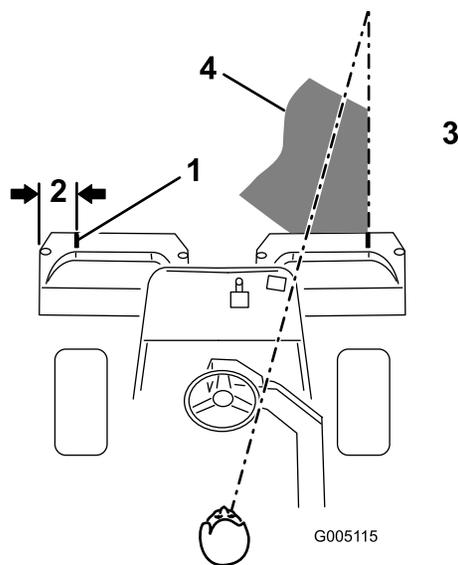

Рисунок 11
2. На каждый травосборник наклейте отрезок белой ленты или нанесите краской линию параллельно наружному краю (Рисунок 11).